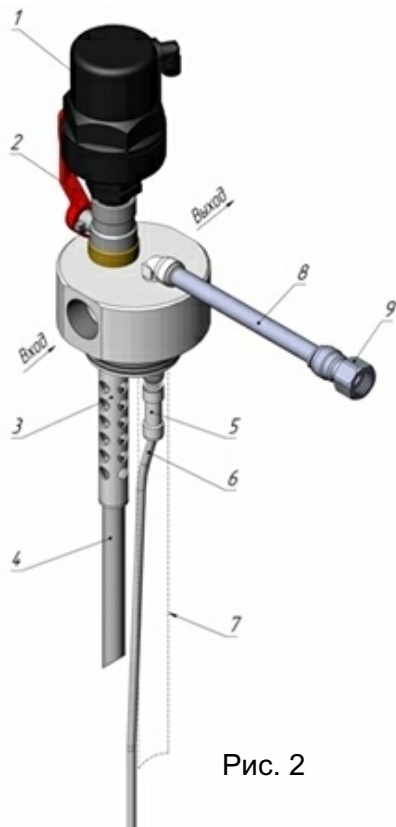

Рис. 2
1). Вверните оголовок в аэрационную колонну. Устройство оголовка аэрационной колонны представлено на рис. 2.